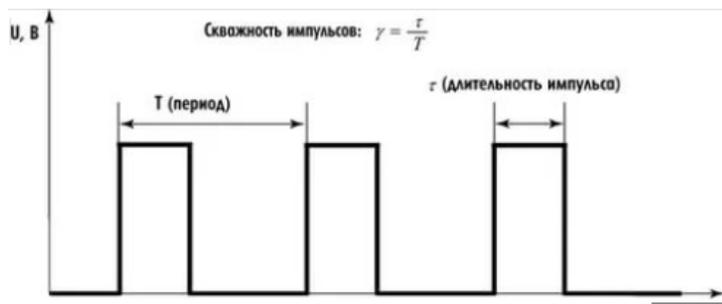

Рис. 1.
1. Генератор прямоугольных импульсов вырабатывает прямоугольные импульсы, которые обладают определёнными параметрами. Основными параметрами прямоугольных импульсов являются период импульсов T , длительность импульсов t и скважность импульсов $\gamma = t/T$ (рис. 1).